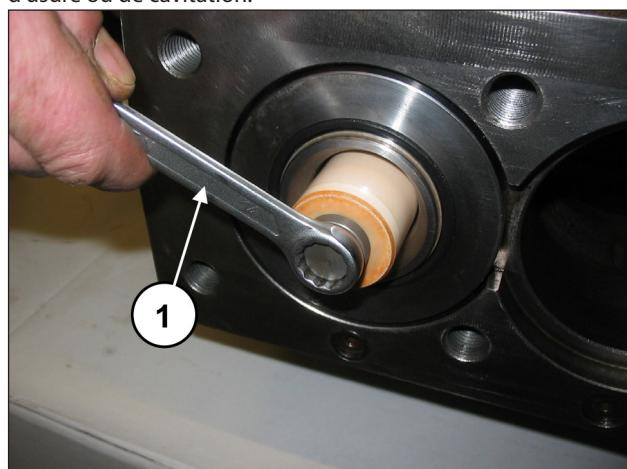

Fig. 138
Démonter les pistons en dévissant les vis de fixation (rep. ①, Fig. 138).